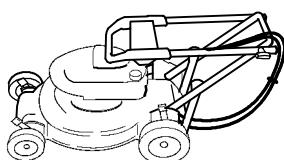

Figure 32
- Pivoter soigneusement le mancheron supérieur vers l'avant jusqu'à ce qu'il repose sur le moteur (Fig. 32).